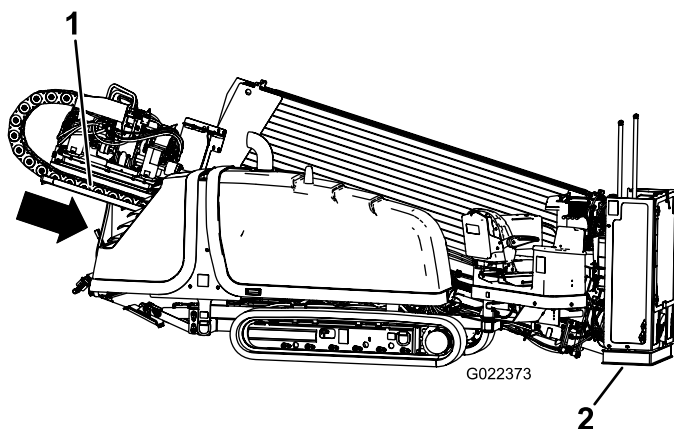

Рисунок 78
9. Опустите упорную раму, наклонив буровую раму до тех пор, пока плита не коснется грунта (Рисунок 78).